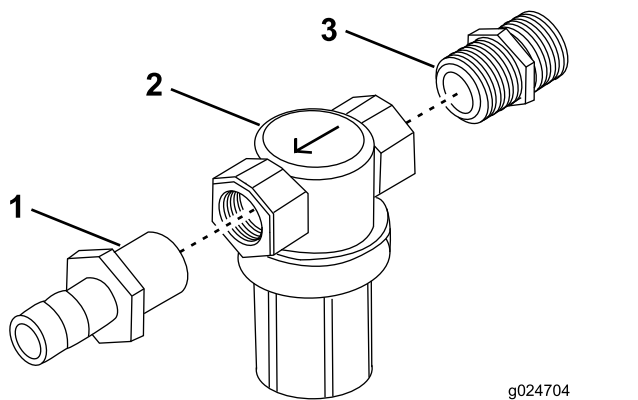

Figura 21
1. Monte o bico (NPT 1/2 pol. x 1/2 pol.) na entrada do conjunto do filtro de pressão e na união roscada reta (NPT 1/2 pol. x 1/2 pol.) na saída (Figura 21).